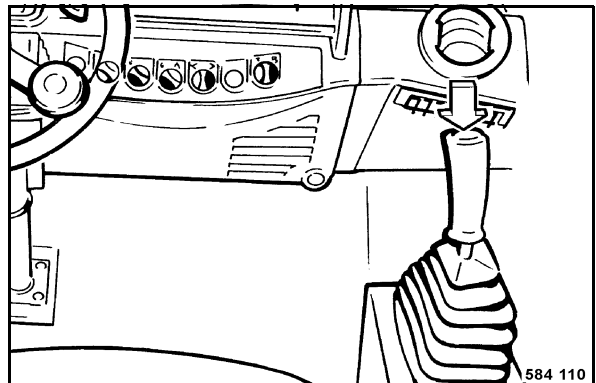

fig. 96
- Mise en marche de la vibration (fig. 96).